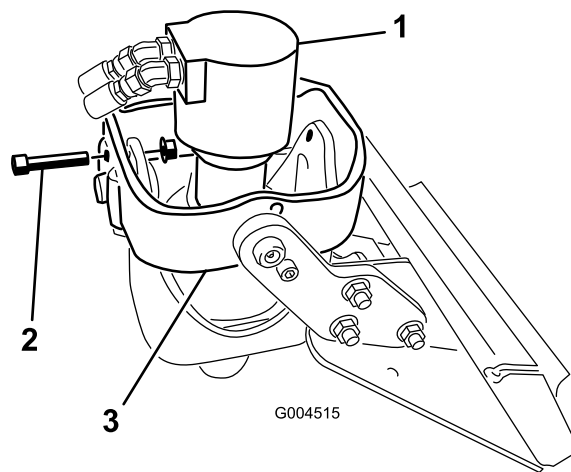

Bild 4
1. Wenn Sie einen Erdbohrer am Antriebskopf, Modell 22806, montieren, stellen Sie den Antriebskopf vertikal, schieben Sie eine Schraube (1/2" x 2-1/4") in die Löcher an den vorderen Wiegearmen und ziehen Sie die Schraube leicht mit einer Bundmutter an (1/2") an (Bild 4).